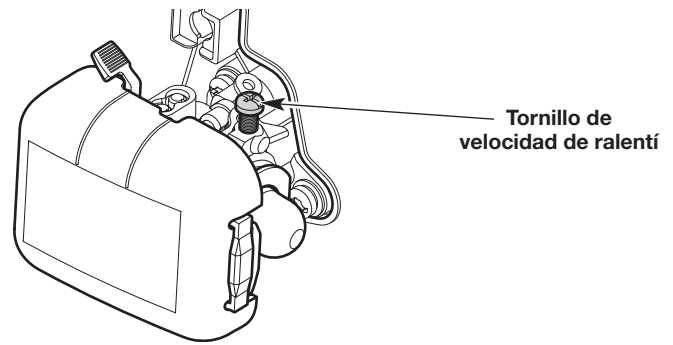

Fig. 8
- Si el motor se para, aumente la velocidad de ralentí. Use un destornillador Phillips pequeño para girar el tornillo de velocidad de ralentí en el sentido de las agujas del reloj, 1/8 de giro cada vez hasta que el motor funciona al ralentí de manera uniforme (Fig. 8).